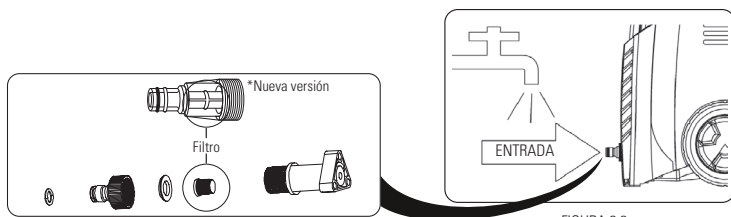

FIGURA 8.8
Verifique también el filtro de entrada periódicamente y si es necesario realice su limpieza (Figura 8.8)
4. Conecte la manguera de entrada de agua a la hidrolavadora (Figura 8.8).